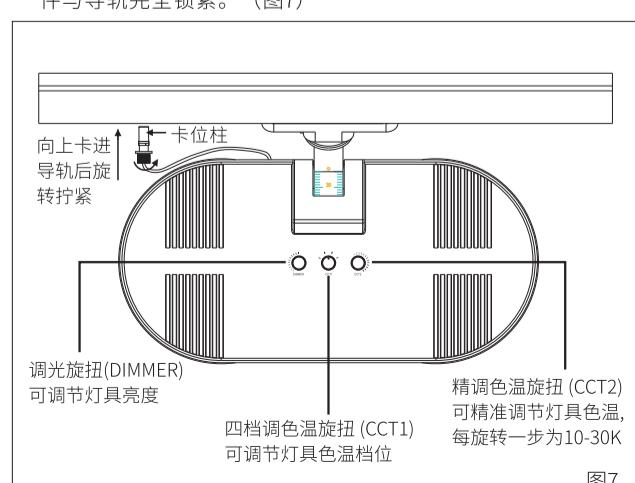

图7
9. 双头款与单头款安装步骤类似, 另外双头款需要将安装绳卡柱先调松后放进导轨卡槽, 下一步旋转锁紧旋钮, 使安全绳组件与导轨完全锁紧。 (图7)